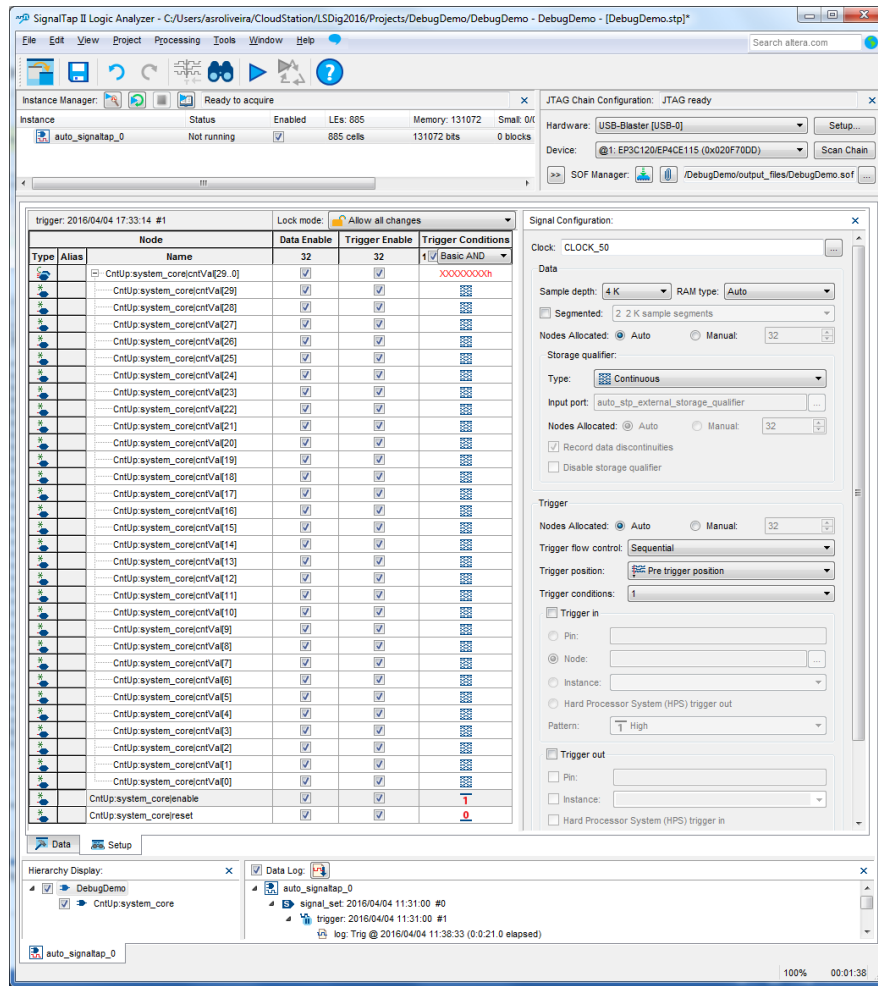
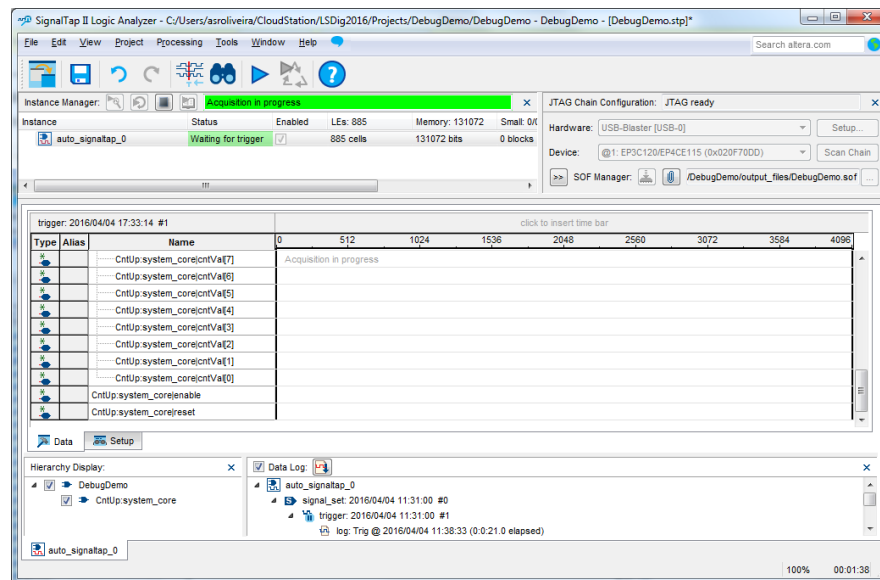
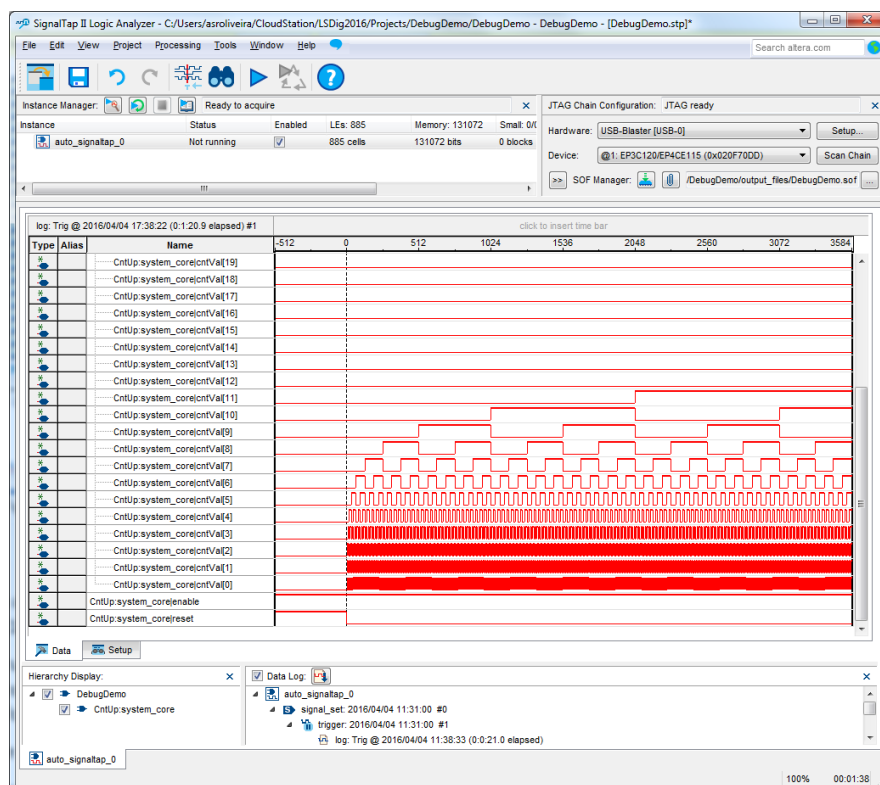

Figura 24 – Aspeto da aplicação “SignalTap II Logic Analyzer” após programação da FPGA.
Figura 25 – Janela “Data” da aplicação “SignalTap II Logic Analyser” antes da captura (aguardar verificação da condição de disparo da captura).
Figura 26 – Janela “Data” da aplicação “SignalTap II Logic Analyser” depois da captura.
9. Após a programação da FPGA (Figura 24) mude a janela principal da aplicação “SignalTap II Analyser” de “Setup” para “Data” (Figura 25). Neste ponto está tudo configurado e preparado para ser iniciada a captura de amostras dos sinais pretendidos. Para tal, basta selecionar o comando “Processing → Run Analysis” e de seguida desativar a entrada de “reset” e ativar a entrada de “enable” do contador de forma a que seja satisfeita a condição de *trigger* e iniciada a captura dos sinais pretendidos. Uma vez recolhidas 4K amostras de cada sinal, os respetivos valores são transferidos para o computador e visualizados na aplicação “SignalTap II Analyser” (Figura 26).